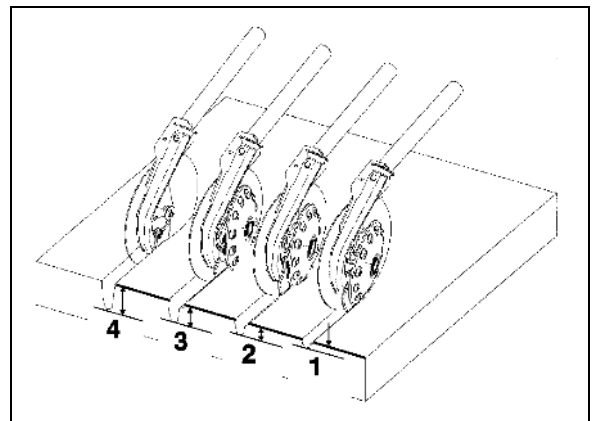

Рис. 89
Регулировка производится посредством удлинения или укорачивания верхней навески выравнивателя (Рис. 89/1):
3. Открутите контргайки (Рис. 89/2).
4. Верхнюю навеску во всех точках крепления установите на одинаковую длину. Для этого равномерно закрутите все болты (Рис. 89/3).
5. После проведенной регулировки затяните контргайки (Рис. 89/2).